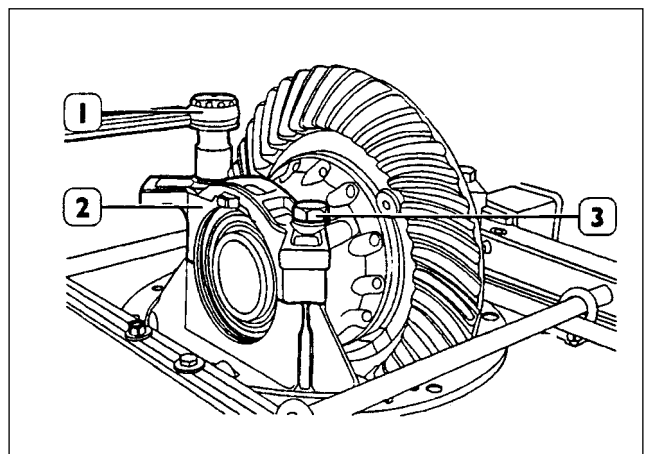
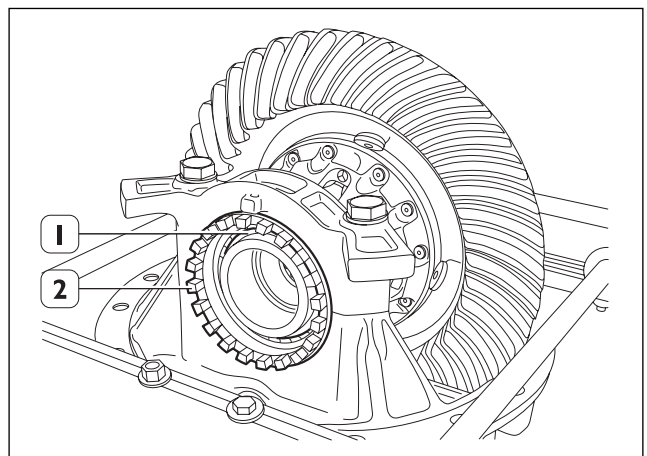

Fig. 46
Fig. 47
9. Colocar los sombreretes (2) teniendo cuidado de hacer que coincidan los tornillos de referencia.
10. Colocar los tornillos (3) con sus arandelas mediante la llave (1) atornillar a fondo sin bloquearlos a pares. (Fig. 46)
11. Lubricar los rodamientos de rodillos cónicos (1), con el aceite de llenado del puente, atornillar manualmente los anillos de ajuste (2) hasta el contacto de los anillos exteriores de los rodamientos; bloquear los tornillos (3, fig. 46) a un par de **T** 650 - 810 Nm (de 65 a 81 kgm). (Fig. 47)